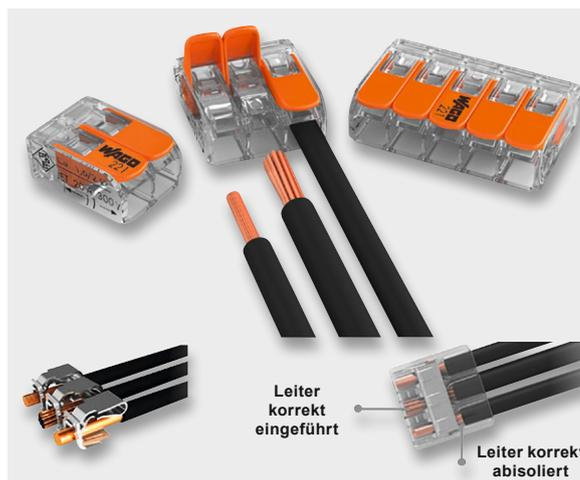
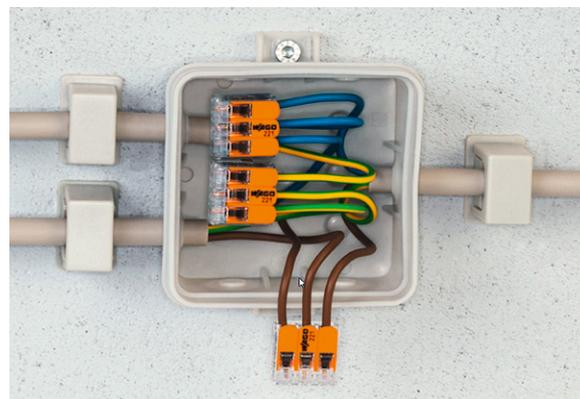

Bild 22: Bistabile Klemmen erlauben das kraftfreie Einführen und Entfernen von Massivleitern und Litzen.
Bild 23: Hier gibt es keine lockeren Drähte wie bei einer Schraubklemme, auch nach Jahren nicht.
**Lösbarkeit der Verbindung.** Bei den vorstehend beschriebenen Federklemmen lässt sich durch gleichzeitiges Drehen und Ziehen am Leiter dieser wieder lösen. Das beansprucht natürlich Leiter und Klemme und kann deshalb nicht beliebig oft wiederholt werden, ohne dass die Klemmkontaktqualität darunter leidet. Ist eine häufige Umverdrahtung gewünscht, empfiehlt sich eine Klemmentype, die dies durch eine vom Anwender zu öffnende und schließbare (bistabile) Kontaktmechanik erlaubt. Die neueste Entwicklung WAGO Compact 221 (Bild 22) vereint in dieser Hinsicht neben den Vorteilen der Serie 222 eine Reihe weiterer. Als Novum verfügt die Serie 221 über eine kompaktere Bauform, optimierte Hebelkräfte sowie das transparente Gehäuse. Mit dieser neuen Klemmenfamilie ermöglicht WAGO® Elektroinstallateuren eine schnellere, einfachere und sichere Installation unterschiedlichster Leiterarten: ein-, fein- oder mehrdrähtig. Im Vergleich zum Vorgängermodell (Serie 222) benötigt die Verbindungsklemme dank deutlich reduzierter Abmessungen 40 % weniger Platz. Mit einem zulässigen Nennstrom von 32 A und einer Nennspannung von 450 V eignet sich die Serie 221 für den Einsatz in 230-V-/400-V-Netzen (Bild 23).